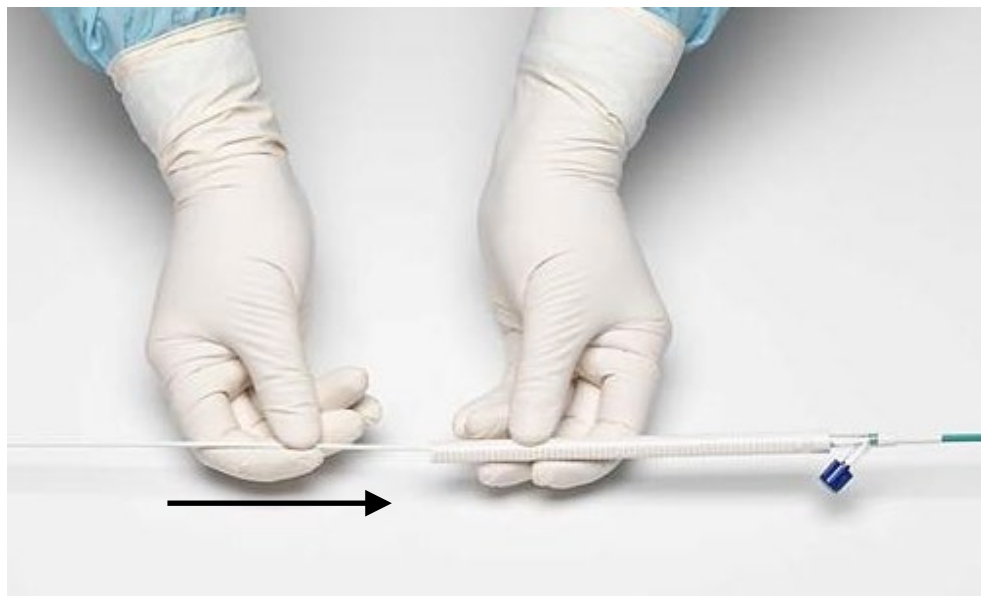

Figura 9: avanzamento dell'impianto all'interno del catetere di posizionamento
- d. Far avanzare l'impianto fuori dalla cartuccia e all'interno del catetere di posizionamento sospingendo manualmente il gruppo guaina/spingitore verso l'estremità prossimale della cartuccia. Spingere a piccoli incrementi (di 1 cm - 2 cm) per non annodare il gruppo guaina/spingitore (Figura 9). Continuare a far avanzare il gruppo guaina/spingitore finché il gruppo impugnatura e la cartuccia si uniscono.